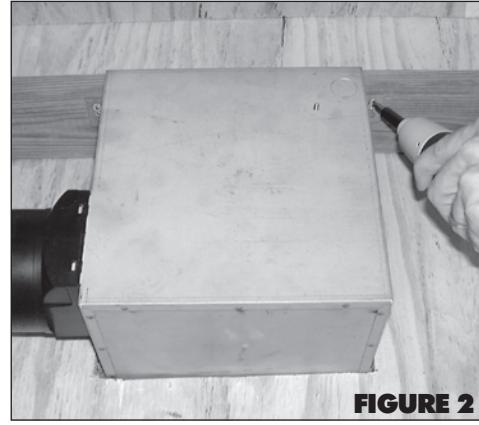
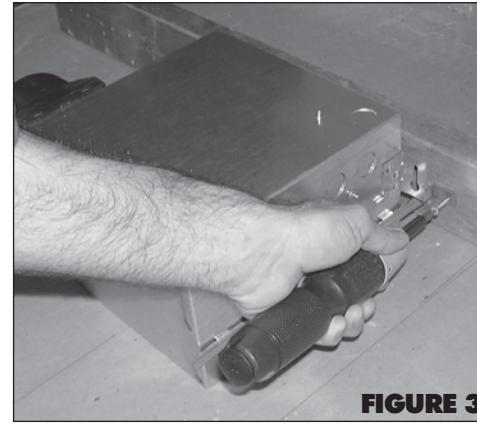

FIGURE 2
FIGURE 3
2. Attach housing to joist through keyhole mounting tabs (Fig. 2) or adjustable hanger bars using nails or screws. (Do not tighten.) Adjust the housing so it will not extend past the finished ceiling. The outer edge of the housing should be recessed 1/8" to 1/4" from the finished ceiling.
2. Conecte el bastidor a la viga a través de las lengüetas perforadas o las barras de colgar ajustables (Fig. 2) usando clavos o tornillos. (No apriete). Ajuste el bastidor de manera que no sobresalga del techo acabado. La orilla exterior del bastidor debe quedar metida de 1/8" a 1/4" dentro del techo acabado.
2. En vous servant de clous ou de vis, attacher l'enveloppe à la solive à laide d'attaches en trou de serrure (Fig. 2) ou de barres de suspension réglables (Fig. 3). (Ne pas les serrer.) Ajuster l'enveloppe entre les solives, de façon à ce qu'elle ne dépasse pas le dessous du plafond fini. Le rebord extérieur de l'enveloppe devrait être en retrait de 1/8 à 1/4 po. par rapport au plafond fini.